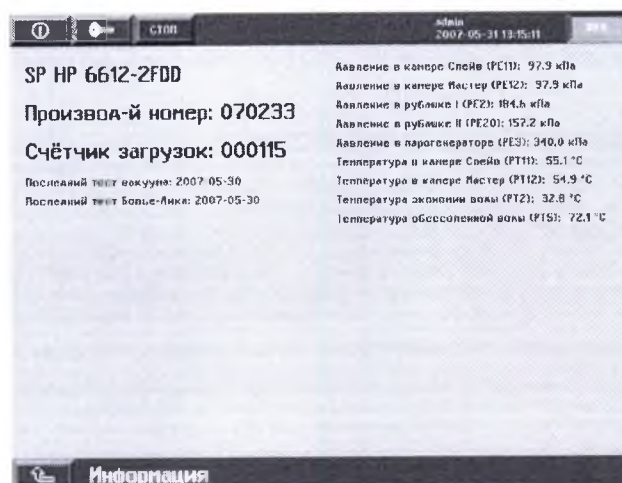

Рисунок 15. Основные данные о стерилизаторе
- Для отображения текущих рабочих данных нажмите кнопку «ИНФОРМАЦИЯ» (рисунок 15).